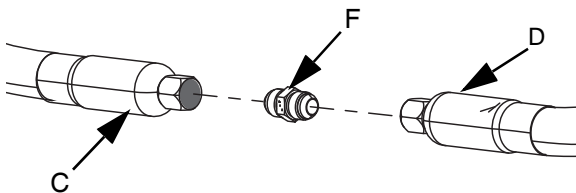

图 20
- 6. 如果您使用两根供料软管 (C 和 D)，请使用供料软管 1 连接到供料软管 2 接头 (F)，以将供料软管 1 (C) 连接到供料软管 2 (D)。参见图 20。